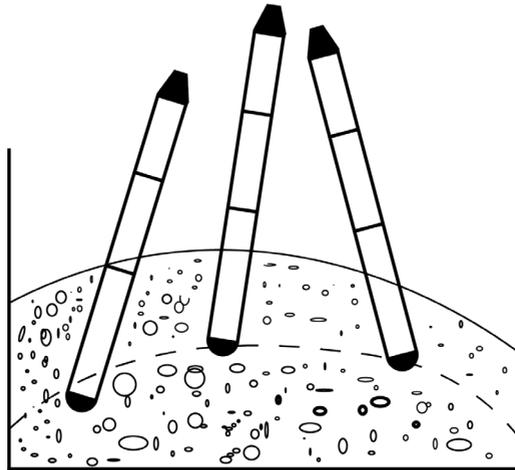

Abbildung 5
- Die Rüttelflasche nicht dazu verwenden, um den Beton zu transportieren. Da der Betonrüttler kein „Beton-Transportmittel“ ist, wird in Abbildung 5 dargestellt, wie dies nicht geschehen soll.